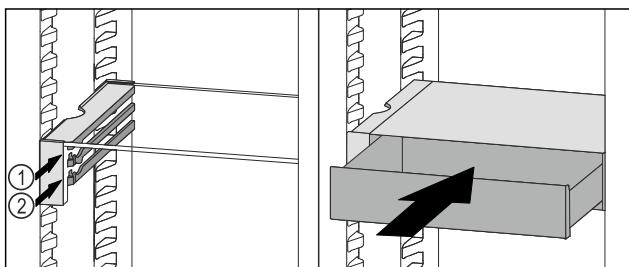

Fig. 66
- Встановити висувний ящик VarioSafe за стопорами на потрібне ребро Fig. 66 (1) або Fig. 66 (2).